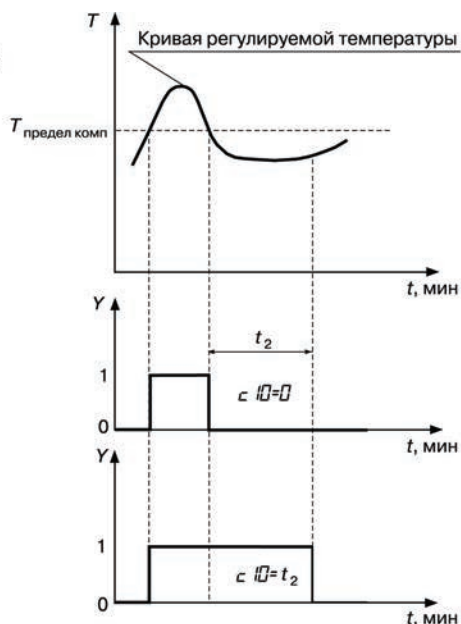

Рисунок 3.21 – Задержка отпускания компаратора: компаратор "отпустил"
- если больше, то по истечении времени t_2 происходит отпущение компаратора (рисунок 3.21).